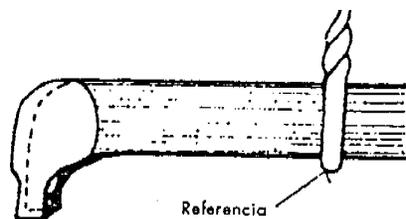

Figura 12
- 2° Paso- Marque la referencia de profundidad en la herramienta ( Figura 12 ) e inicie el corte de una entrada, dejando 0,1 mm de exceso.